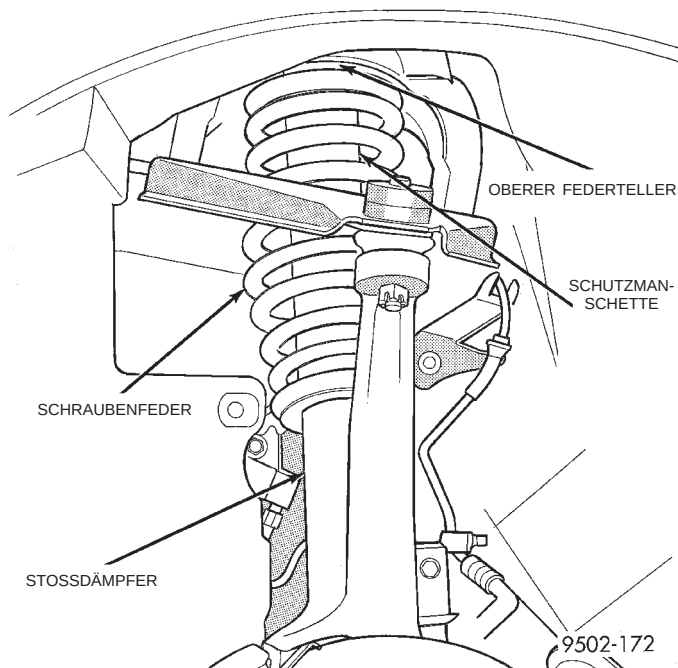

Abb. 2 Prüfung des eingebauten Federbeins
(1) Prüfen, ob die Schraubenfedern beschädigt oder gebrochen sind (Abb. 2).
(2) Prüfen, ob die Schutzmanschetten der Federbeine zerrissen oder beschädigt sind (Abb. 2).
(3) Schutzmanschette anheben und prüfen, ob Öl aus der Ölkammer am oberen Ende des Federbeins austritt. In den meisten Fällen zeigt sich ein Leck als Ölstrom, der an einer Stelle austritt, an der Seite des Stoßdämpfers herunterläuft und unten abtropft. Ein leichter Ölfilm am Stoßdämpferrohr ist nicht ungewöhnlich und hat keine Auswirkungen auf die Leistung des Stoßdämpfers. Prüfen Sie außerdem, ob die Anschlagpuffer beschädigt oder verschlissen sind (Abb. 2).